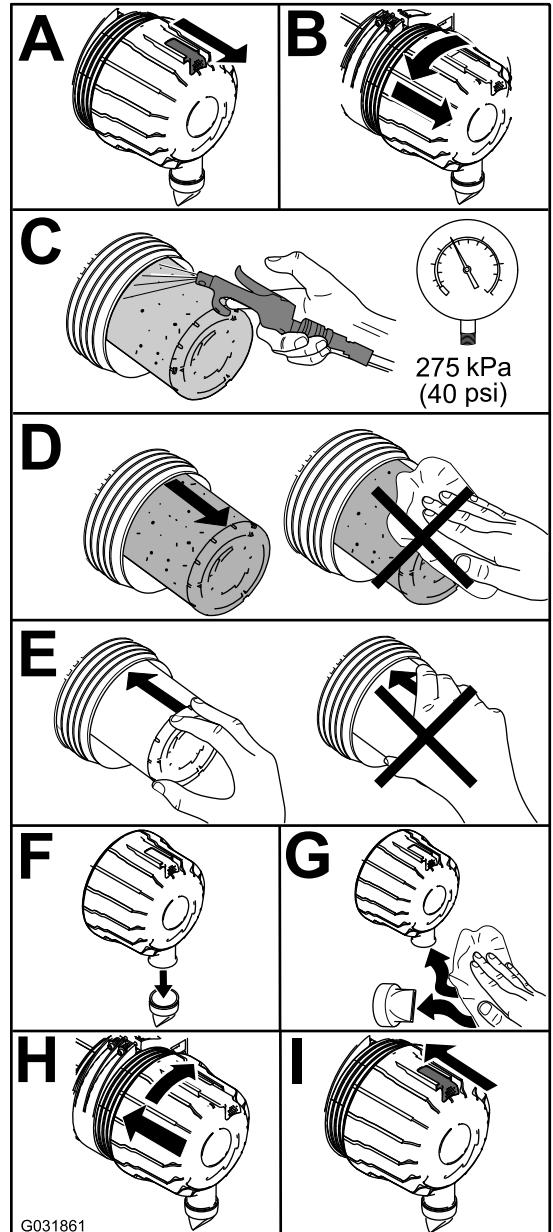

Bild 43
1. Tauschen Sie den Luftfilter aus (Bild 43).